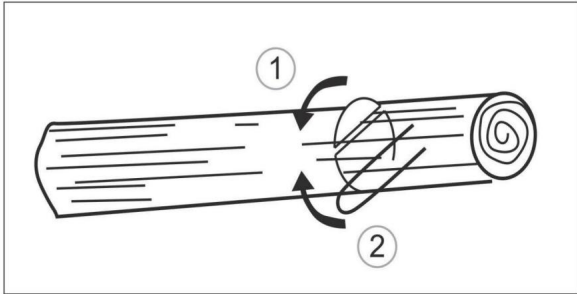

Fig. 22
3. Wenn der Stamm an beiden Enden gestützt wird, schneiden Sie zuerst von der Oberseite 1/3 des Stammdurchmessers, um ein Spalten zu vermeiden. Anschließend den Schnitt von unten beenden, so dass Dies erfolgt zeitgleich mit dem ersten Schnitt, wodurch ein Verkleben vermieden wird (Abb. 22).